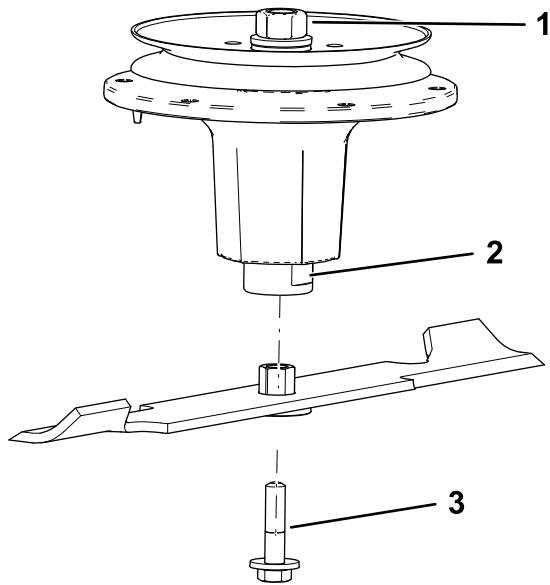

Figura 96
- 2. Instale el conjunto de buje/cuchilla en el eje (Figura 96).